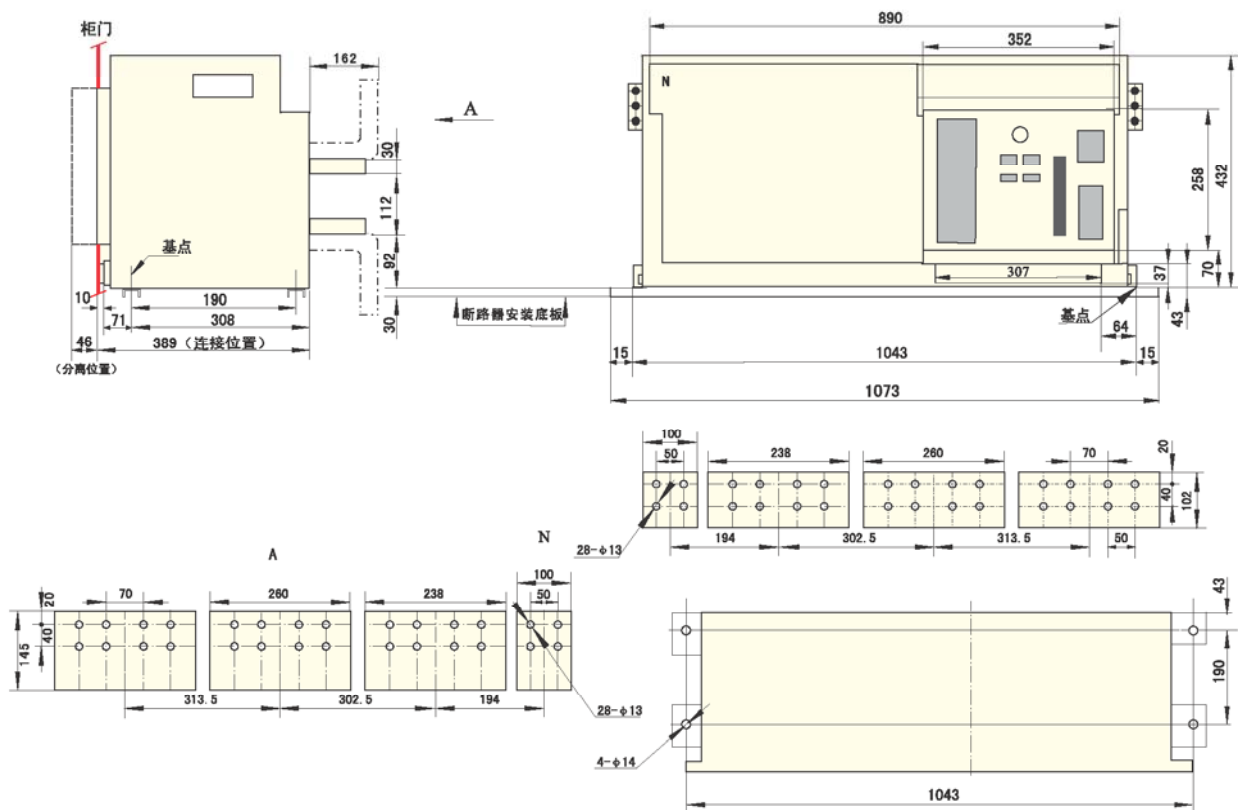

图28
7.9 ZW1-6300 ($I_n=6300A$, 4P) 型外形尺寸安装尺寸 (见图28) (抽屉式)